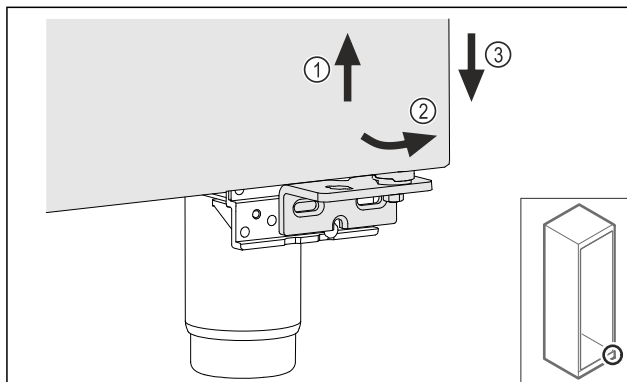

Fig. 16
- ▶ Lyft upp dörren något Fig. 16 (1), luta den framåt nedtill Fig. 16 (2) och sänk ned den Fig. 16 (3).